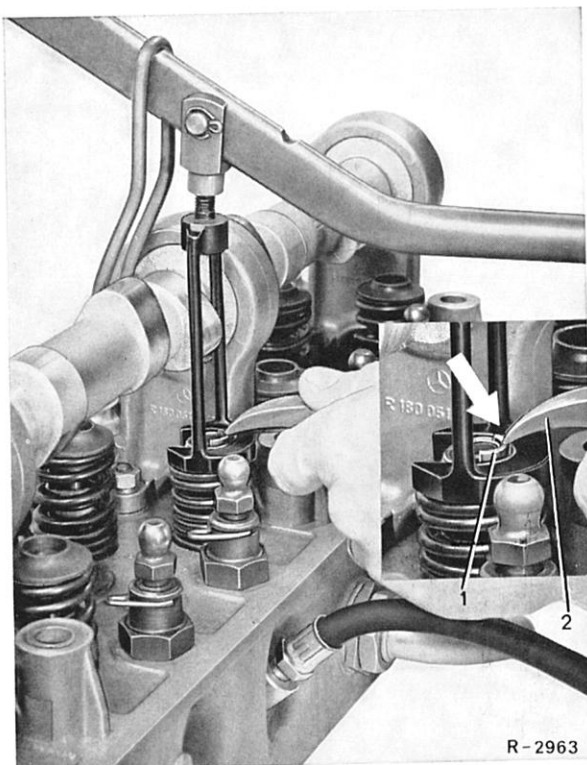

Bild 05-3/4
5 Mit dem Aus- und Einbauwerkzeug 116 589 00 61 00 Ventildfederteller so weit nach unten drücken, bis die Ventilkegelhälften (1) frei sind und mit dem Magnetheber (2) herausgenommen werden können (Bild 05-3/4).
6 Hutmutter und Kontermutter abschrauben (Bild 05-3/1).